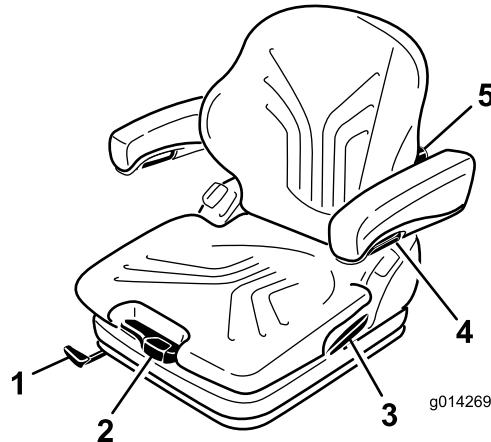

Figure 19
Vous pouvez régler le siège en fonction de votre poids en tirant ou en poussant le levier de réglage correspondant (Figure 19).
1. Levez le levier pour débloquer et régler le siège (Figure 19).
En tournant le bouton de réglage vers le haut, vous pouvez régler le renflement de la partie supérieure du dossier. Tournez le bouton de réglage vers le bas pour ajuster le renflement dans la partie inférieure du dossier (Figure 19).
Pour régler la hauteur des accoudoirs, séparez le cache rond (Figure 19) du couvercle, desserrez l'écrou hexagonal (13 mm) qui se trouve derrière, réglez les accoudoirs à la position voulue puis resserrez l'écrou. Replacez le cache sur l'écrou.
Pour régler l'angle des accoudoirs, tournez le bouton de réglage (Figure 19).
Tirez sur le levier pour libérer le verrou du dossier (Figure 19). Lorsque le verrou est libéré, ne vous appuyez pas contre le dossier.